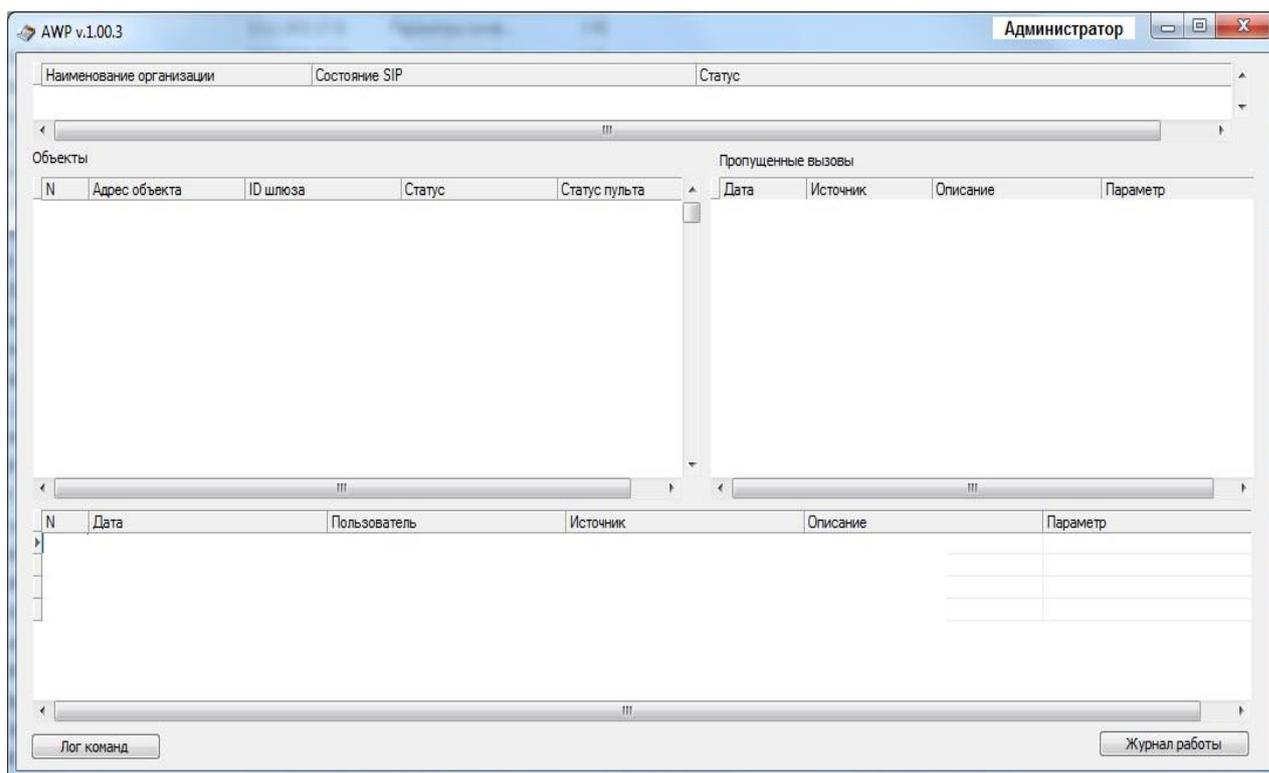

Рис.4 Первичный вид основного окна.
4.2 Запустить программу AWP.exe. При первом запуске АРМа появится пустое основное окно (рис.4), в котором все информационные поля и области чистые. Они будут заполняться по мере работы с АРМом и подключения к нему новых объектов. Внешний вид основного окна работающего АРМа будет представлен в разделе его функционирования с подключенными к нему объектами.
5.1.1 Сразу после открытия окна, представленного на рис.4, появится следующее сообщение:
5.1.5 На этапе первичного запуска АРМа, к нему не подключен ни один объект, т.е. одноименная область рис.4 пуста. Для формирования базы подключенных объектов, необходимо добавить и настроить ГШ объектов. Необходимо кликнуть ПКМ области объектов, появится кнопка «Добавить шлюз»: